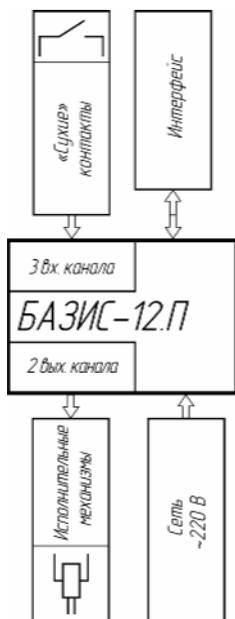

Рис. 5.4. Структурная схема внешних соединений
5.2. На рис. 5.4 приведена структурная схема внешних соединений ЭБУ.